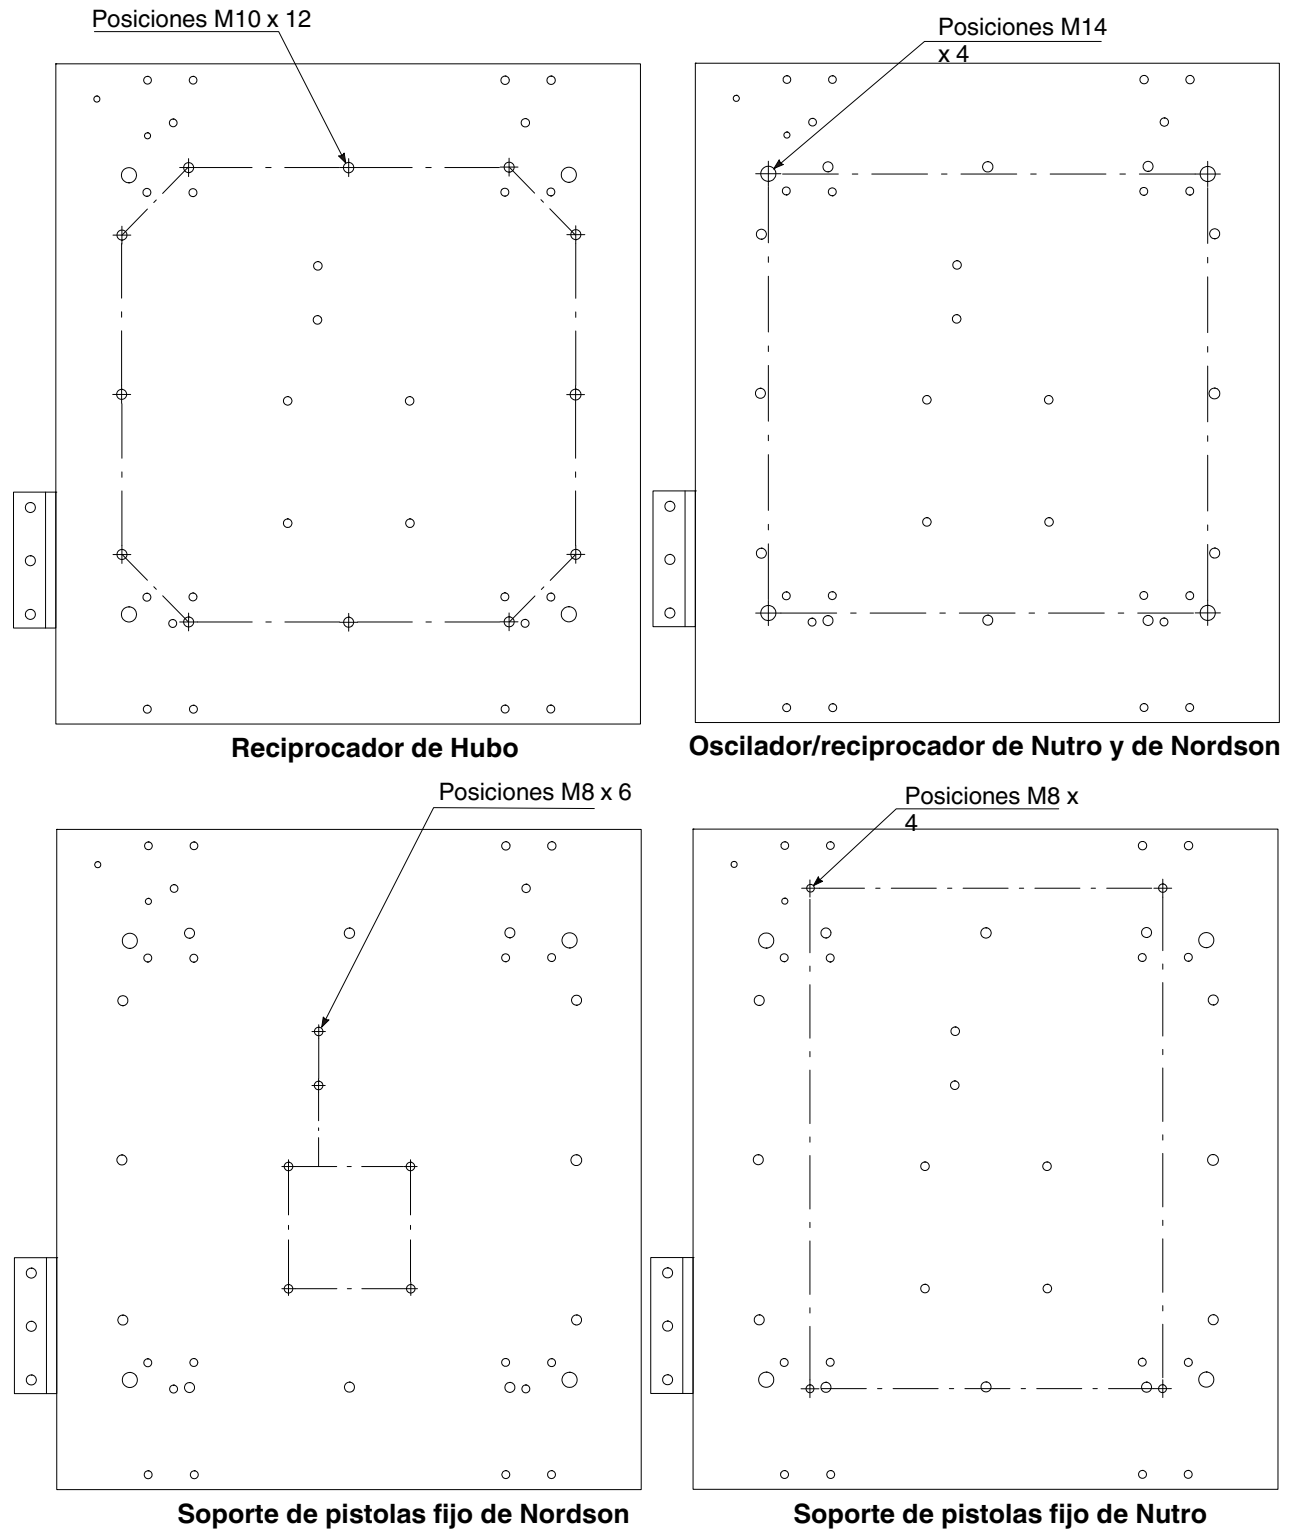

Figura 5 Esquema de orificios del carro
2. Ver las figuras 4 y 5. Utilizando un equipo de elevación apropiado, instalar con cuidado el oscilador, el reciprocador o el soporte de pistolas fijo (1) en el carro (3) y emperrarlo al carro con tornillos de cabeza hexagonal, arandelas de bloqueo y arandelas planas de tamaño adecuado (2). La figura 5 incluye el esquema de orificios del carro para diferentes soportes de pistolas fijos, osciladores y reciprocadores.